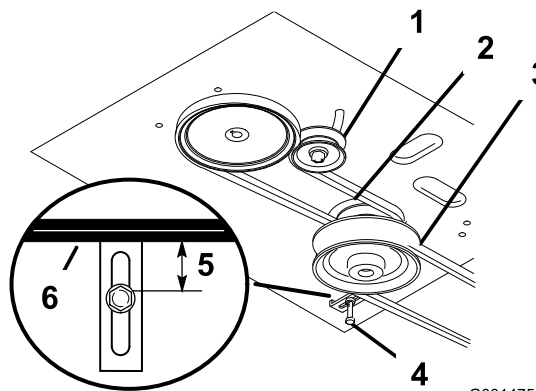

Figura 33
4. Retire la correa del cortacésped (Figura 33).
5. Afloje el perno de pivote lo suficiente para poder desplazar la polea tensora dentro de la ranura, y retire la correa de tracción de las poleas del motor y de la transmisión (Figura 33).
6. Instale la correa nueva alrededor de las poleas del motor y de la transmisión (Figura 33).
7. Desplace la polea tensora respecto al bastidor del motor para tensar la correa de tracción (Figura 33).
8. Instale la correa del cortacésped (Figura 33).
9. Compruebe que la guía de la correa, situada debajo del bastidor del motor, está ajustada correctamente (Figura 33).
13. Compruebe que la guía de la correa, situada debajo del bastidor del motor, está ajustada correctamente (Figura 33).